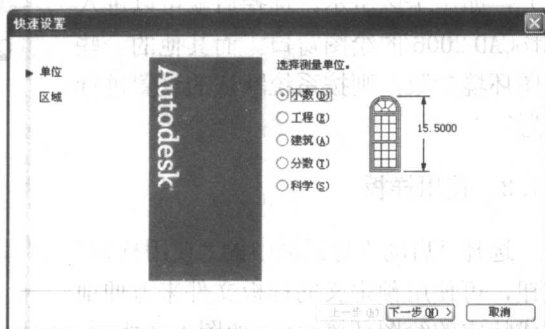

图 1-6 设置绘图单位图
(1) 指定绘图单位(如图1-6所示)。系统提供了5种可供选择的绘图单位:小数、工程、建筑、分数、科学。用户可以根据需要单选其中的一种。默认选择小数。选择后单击“下一步”。